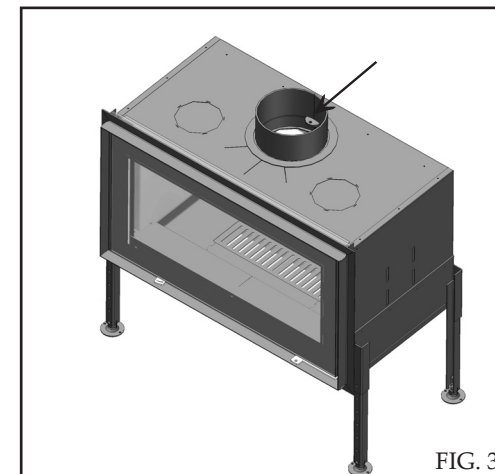

FIG. 3
- De drie schroeven losmaken (fig.3)
- Dévissez les 3 vis (FIG 3)